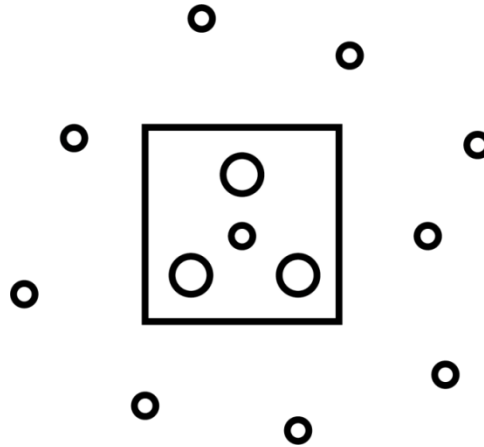

图 6-3 3DeVOK MQ 标定板及标记点粘贴示意图
1、拿出布包中的比对版，放置在平坦的桌面上，并在比对版周围贴适量标记点，准备进行标定（如下图 6-3 所示）。